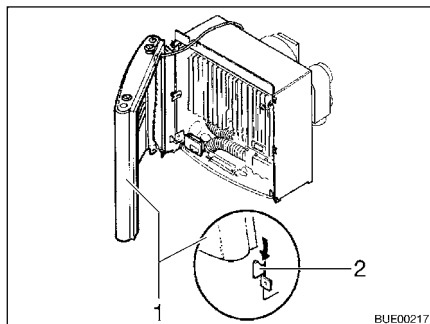

Fig. 117 Habillage du chauffage, pattes de retenue
- Monter l'habillage du chauffage. Pour ce faire placer l'habillage (Fig. 117,1) sur les pattes de retenue inférieures (Fig. 117,2).